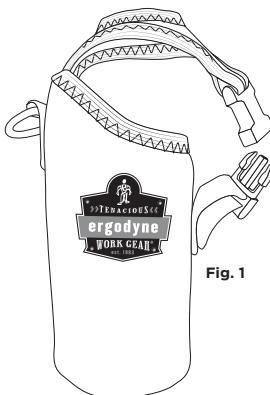

Fig. 1
1. Undo the modular buckle closure strap and open the water bottle/canister trap sleeve. [fig. 1]
1. Desabroche la correa de cierre con hebilla modular y abra el enganche para envase/botella de agua [fig. 1].
1. Défaitez la sangle de fermeture à boucle modulaire et ouvrez le Trap pour gourde/bouteille d'eau. [fig. 1]